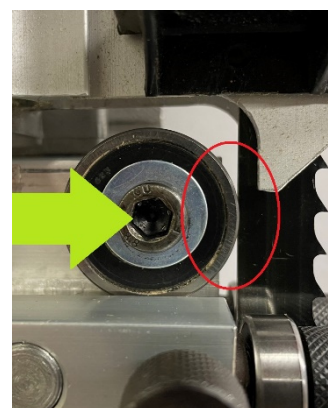

Figure 34
- Positionner le roulement au contact de la lame. (Fig 34)